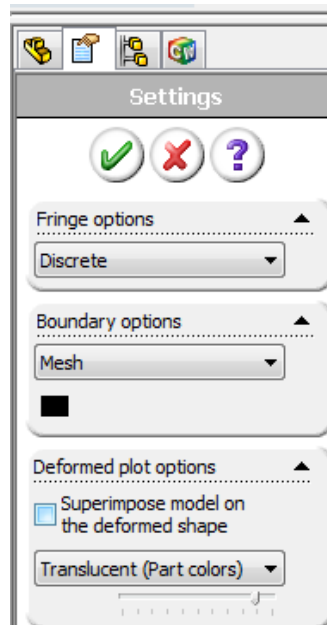

Рис. 2.6. Налаштування відображення діаграми
10. У пункті **Settings**(Настройки) виставте опції згідно рис. 2.6